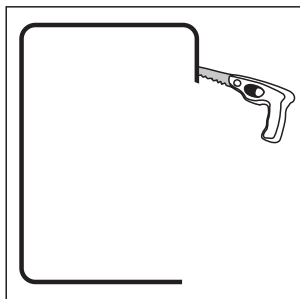

Figure 11—Taillez le trou avec l'outil approprié.
3. Découpez soigneusement le trou à l'aide d'un outil approprié au découpage du matériau de votre mur ou plafond. Commencez en faisant un trou à l'intérieur du traçage (le foret de la perceuse doit toucher le traçage). Utilisez ce trou pour insérer la scie ou le couteau puis commencez le découpage (figure 11).